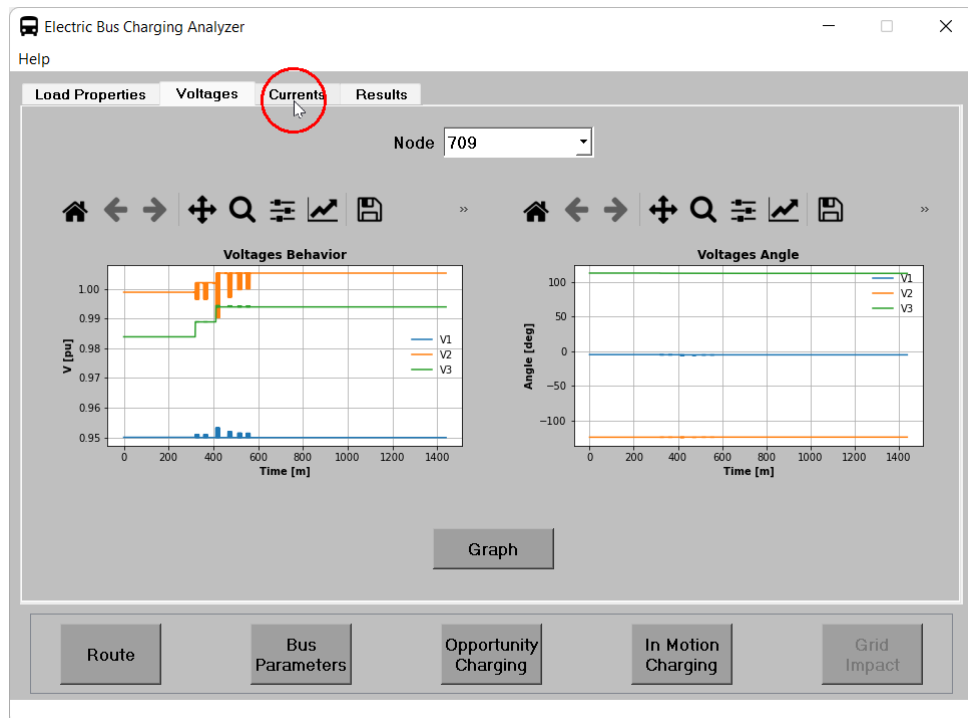

Figura 60: Cambiar de pestaña.
12. Se cambia a la pestaña **Currents** haciendo click sobre esta como se muestra en la figura 60.